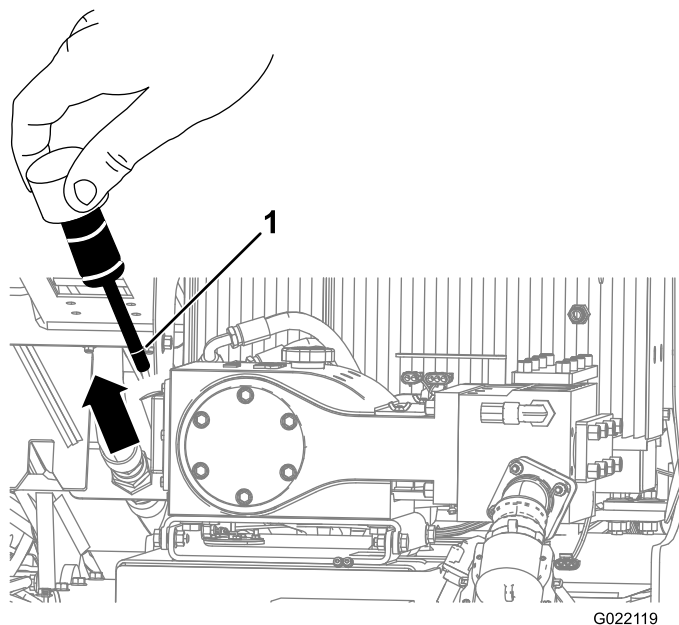
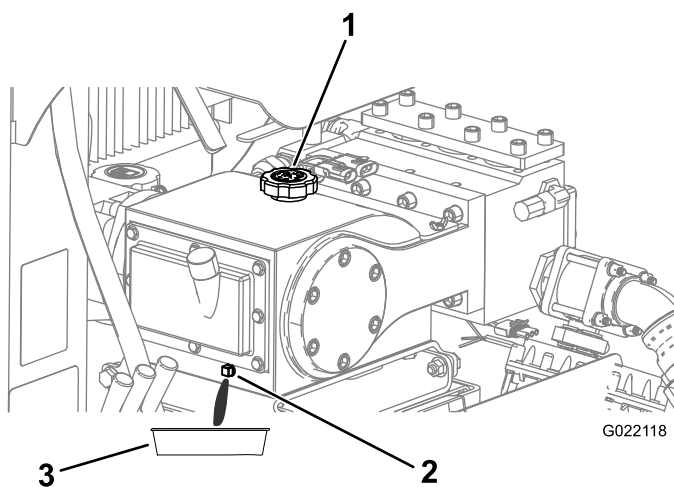

Figura 111
Figura 112
3. Remova a vareta de nível de óleo (Figura 111).
4. O óleo deve estar na linha do bujão de nível como mostra a Figura 111.
4. Remova o bujão de drenagem e posicione uma bandeja de drenagem sob o orifício de drenagem (Figura 112).
6. Permite a drenagem de todo o óleo pelo orifício de drenagem para a bandeja de óleo (Figura 112).
8. Remova a tampa do bocal de enchimento (Figura 112) e adicione aproximadamente 1,9 L de óleo, ou até o óleo atingir a marca Max na vareta, como mostra a Figura 111.